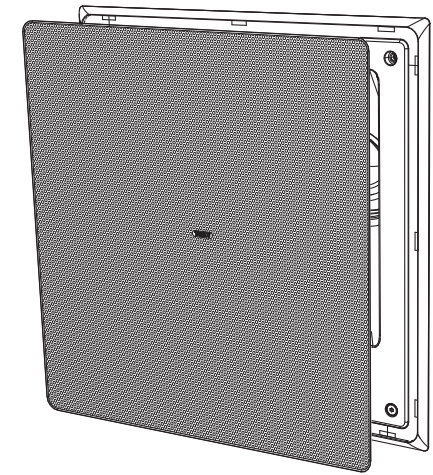

Fig. 21. Install the grille
1. La grille doit être soigneusement ajustée en alignant soigneusement les bords de la grille avec le déflecteur et les bords intérieurs du cadre (Fig. 21). Pour éviter les dommages par indentation, n'appuyez pas sur le centre de la grille; appliquez une pression uniforme à chaque coin pendant qu'il est fermement enfoncé en position.